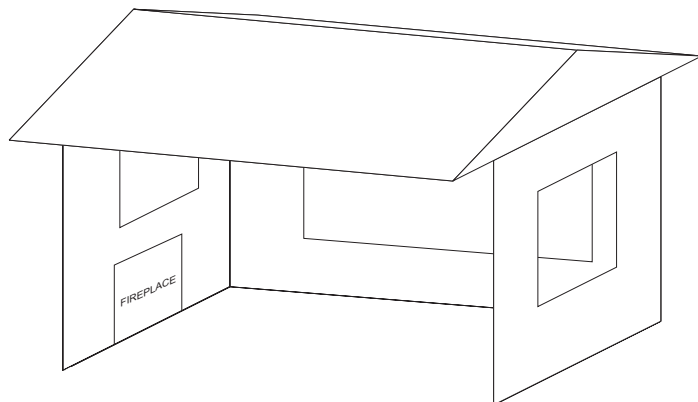

Figure 12
- Cette enceinte partielle comprend un recouvrement de tête et trois parois, pas plus de 30% ou plus de la périphérie horizontale (c'est-à-dire le périmètre) de l'enceinte ouverte en permanence. Ces ouvertures ne peuvent pas être criblées ou ont des fenêtres ou des volets fonctionnels. **Voir Figure 12.**